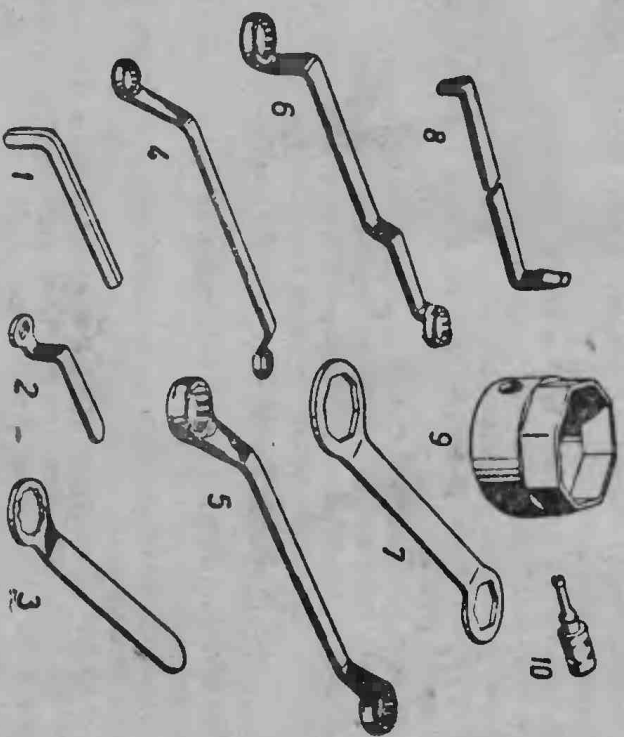

Рис. 4. Специальные ключи, имеющиеся в наборе шиферского инструмента
1. Проверить специальным ключом (рис. 4), придаваемым к каждой машине, и, если нужно, подтянуть стремечники передних и задних ресор и платформ. Эту операцию следует делать при полностью нагруженном автомобиле.